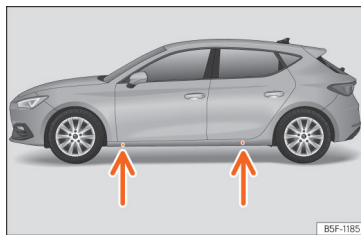

Fig. 244 Pontos de apoio do macaco.
- Procure na longarina a marca do ponto de apoio do macaco [zona afundada] mais próximo da roda a substituir » » » Fig. 244.